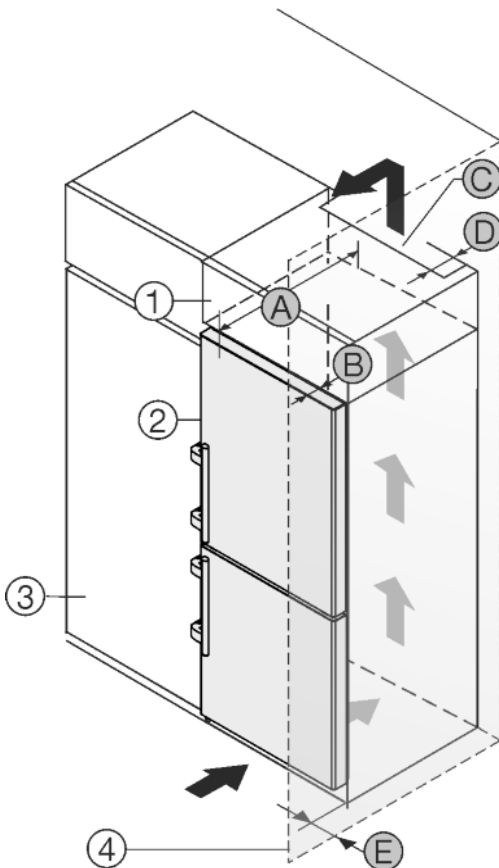

Fig. 27
Das Gerät kann mit Küchenschränken umbaut werden. Um das Gerät Fig. 27 (2) der Küchenzeilenhöhe anzugleichen, kann über dem Gerät ein Aufsatzschrank Fig. 27 (1) angebracht werden.
Das Gerät kann direkt neben dem Küchenschrank Fig. 27 (3) aufgestellt werden. Um die Türe vollständig öffnen zu können, muss das Gerät um die Tiefe Fig. 27 (B) gegenüber der Küchenschrankfront vorstehen. Abhängig von der Tiefe der Küchenschränke und Verwendung von Wandabstandhaltern kann das Gerät weiter herausragen.
- An der Rückseite des Aufsatzschrankes muss ein Abluftschacht mit der Tiefe Fig. 27 (D) über die gesamte Aufsatzschrankbreite vorhanden sein.
- Unter der Raumdecke muss der Entlüftungsquerschnitt Fig. 27 (C) eingehalten werden.
Wenn das Gerät mit den Scharnieren neben einer Wand Fig. 27 (4) aufgestellt wird, muss der Abstand Fig. 27 (E) zwischen Gerät und Wand eingehalten werden. Dies entspricht dem Griffüberstand bei geöffneter Tür.